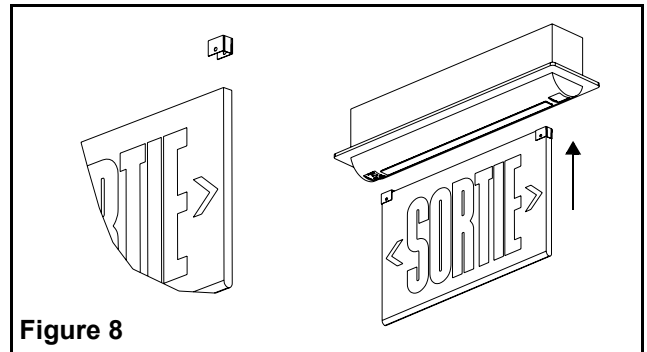

Figure 8
7. Retirer partiellement l'enveloppe protectrice qui recouvre le panneau de l'enseigne. Au besoin, placer les fixations de coins sur le panneau de l'enseigne. Installer les fixations (voir fig. 8).
8. Enfoncer le panneau de l'enseigne, avec les fixations de coins, dans la fente de l'ensemble de la plaque de finition jusqu'à ce que les fixations soient engagées (voir fig. 8). Tirer légèrement sur l'enseigne pour vérifier qu'elle soit bien engagée. Enlever l'enveloppe protectrice.